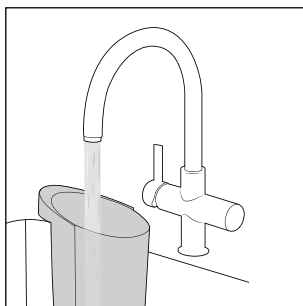

Fig. 23
- ◆ Sciacquare il contenitore dell'acqua sporca ❷ sotto acqua calda corrente (vedere fig. 23).